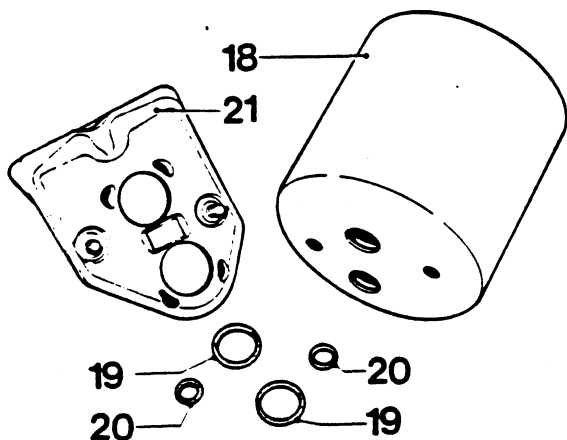

Fig. 6
1. Vernieuw altijd de O-ringen 19 en 20 tussen steun 21 en reservoir 18 (Fig. 6). Indien O-ring 19 die gemonteerd is bij de aansluiting voor de aanzuigleiding, beschadigd is, kan dit ertoe leiden dat er lucht in het stuursysteem terecht komt. Een beschadigde O-ring ter plaatse van de retourleiding kan olieverlies tot gevolg hebben.